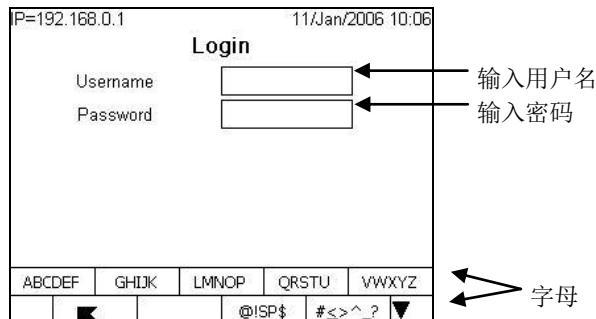

图 3-2: 登录窗口
- A. 按确认键使光标定位在用户名 (username) 输入框里，此时软键自动切换成字符键。(见图 图 3-2).